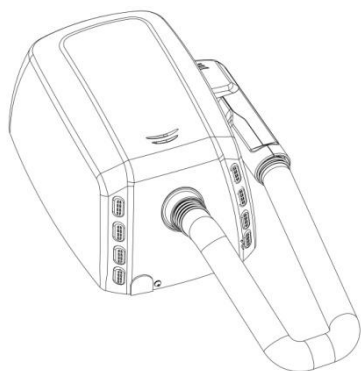

Fig. 1
- O secador é fornecido com a carcaça sem aparafusar à base, (Fig.1).